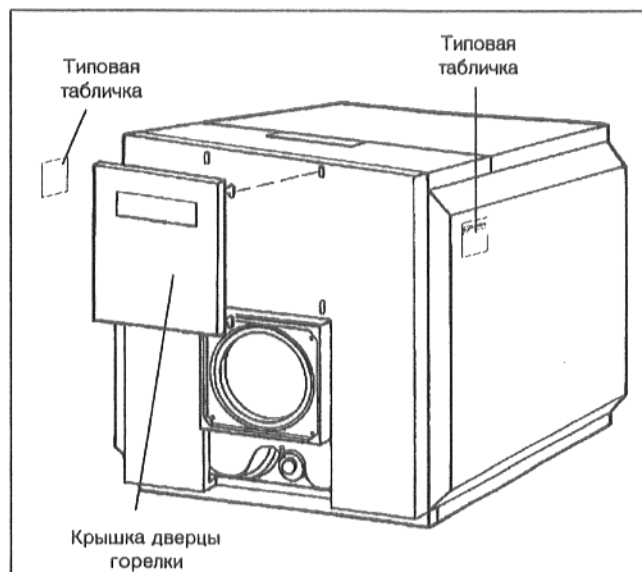

Рис. 37
- Вставить крышку дверцы горелки в вырезы передней стенки (Рис. 37).
- Наклеить вторую типовую табличку на правую или левую боковую стенку в зависимости от местных предписаний (Рис. 37).